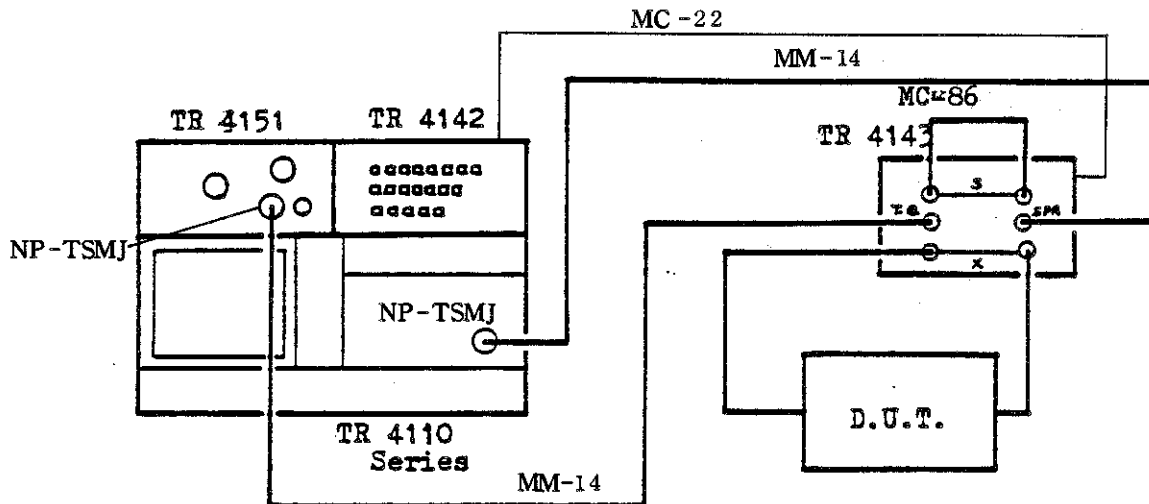

図 3-3 周波数特性の測定の接続
- (4) 図 3-3 のように、セットアップします。
- (5) 各測定器の「POWER」スイッチを、「ON」に設定します。
- (6) 「DIGITAL MEMORY-THROUGH」スイッチを、「THROUGH」に設定しま